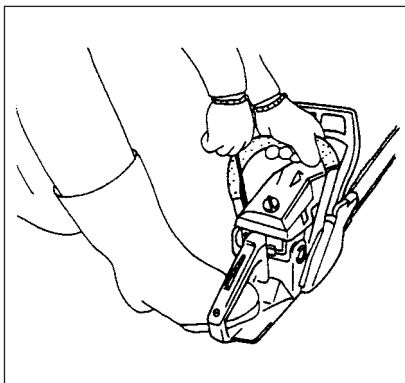

Fig. 2-4
3. Den Zugstarter langsam herausziehen, bis Kompressionswiderstand zu fühlen ist, und ihn dann kräftig ziehen. Den Griff dabei gut festhalten, um einen Rückschlag zu verhüten. (Fig. 2-4)